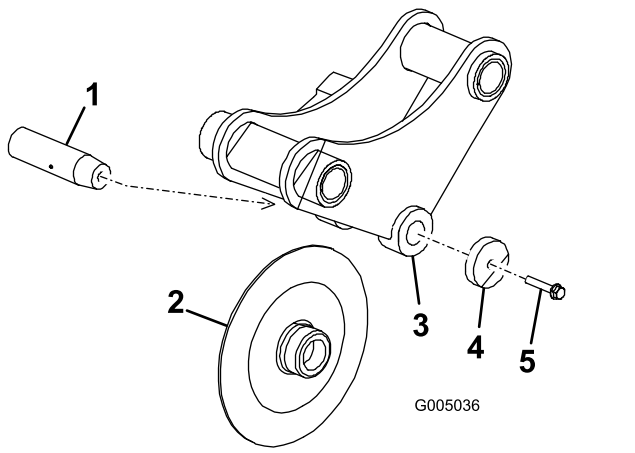

Figure 15
1. Sortez la vis de l'axe de coute de 1,3 cm environ, puis frappez-la plusieurs fois avec un marteau pour dégager la goupille (Figure 15).
2. Enlevez complètement la vis d'axe de coudre, la rondelle, le coudre et l'axe (Figure 15).
3. Placez le nouveau coudre dans le support (Figure 15).
4. Glissez l'axe dans le support et le coudre et fixez-le avec la vis et la rondelle (Figure 15).